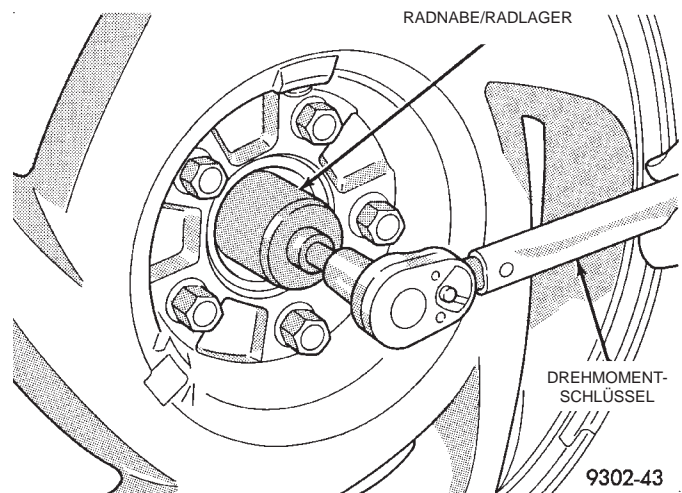

Abb. 21 Zentralmutter der Radnabe/Radlagereinheit festziehen
(14) Bei angezogenen Fahrzeugbremsen die **NEUE** Zentralmutter der Radnabe/Radlagereinheit mit einem Anzugsmoment von 163 N·m (120 ft. lbs.) festziehen (Abb. 21).